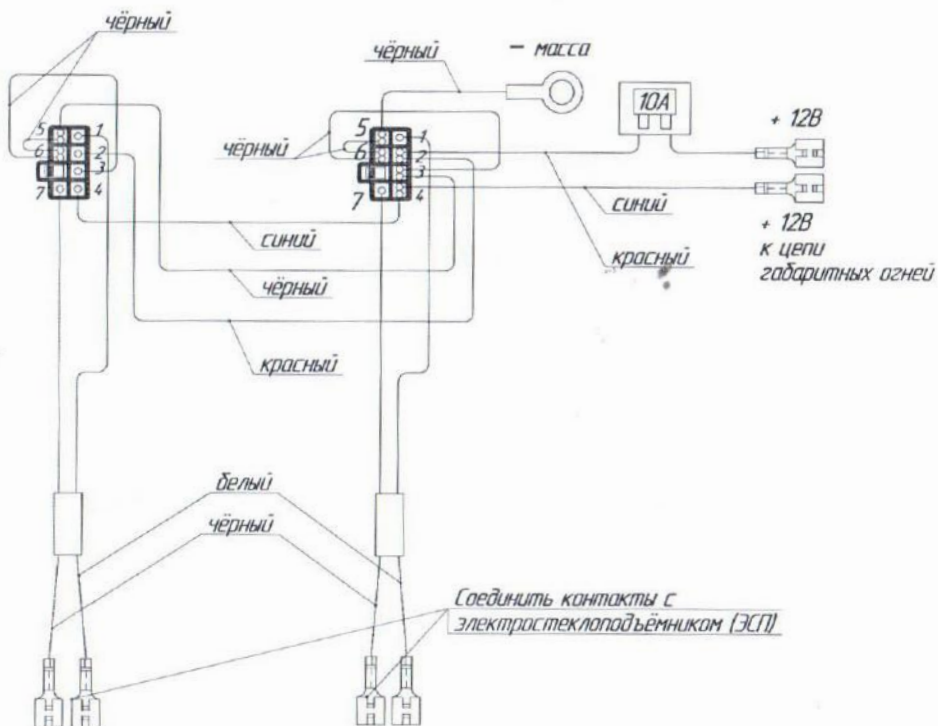

Рис. 3. Схема подключения электростеклоподъемников к бортовой сети автомобиля.
Контакты на другом конце провода соединить с электродвигателем ЭСП (см. рис. 3). При необходимости изменения размеров жгута использовать провода с сечением не менее 0,75 кв. мм.
6.8. Выполнить соединения проводов питания и подсветки в соответствии со схемой подключения ЭСП (см. рис. 3).